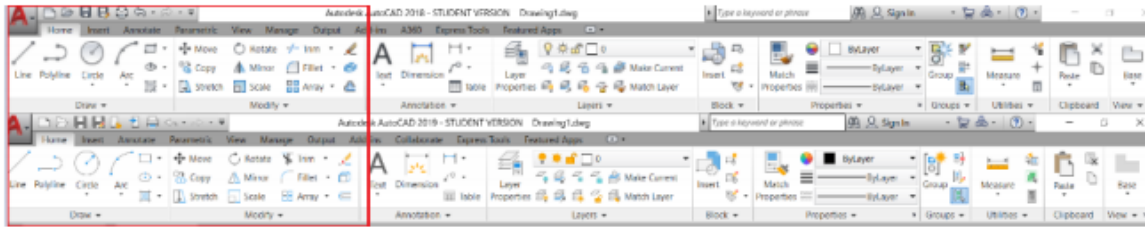

Figura 2.1. Tabla ribbon
- En la figura 2.1 se muestra un cambio la parte grafica en la barra RIBBON a comparación del AutoCAD 2018-2019, haciendo las herramientas más fáciles de ver para aquellas personas que trabajan en ambientes más oscuros o trabajan tiempos prolongados en la computadora.